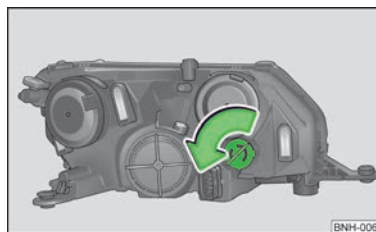

Abb. 129
- › Die Fassung mit der Glühlampe » Abb. 129 bis zum Anschlag **entgegen dem** Uhrzeigersinn drehen und herausnehmen.